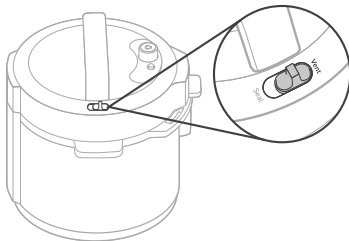

Abbildung 1.2
- Wenn Sie mit einer drucklosen Kochfunktion kochen, stellen Sie den Dampfablassschalter immer auf „**Vent (Entlüften)**“. **[Abbildung 1.2]**